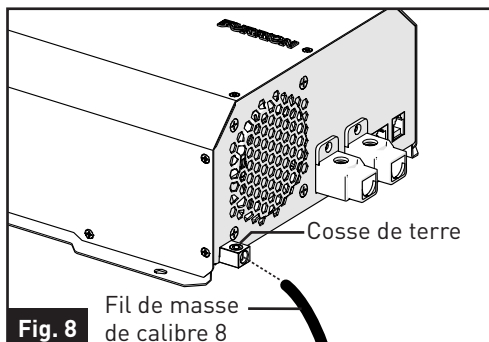

Fig. 8
- À l'aide d'une clé hexagonale de 5/32 po, desserrez la vis de la cosse de terre située sur le côté gauche du panneau arrière. Insérez un fil de cuivre 8AWG de cette cosse à la masse du châssis. Serrez fermement la cosse. (Fig. 8)